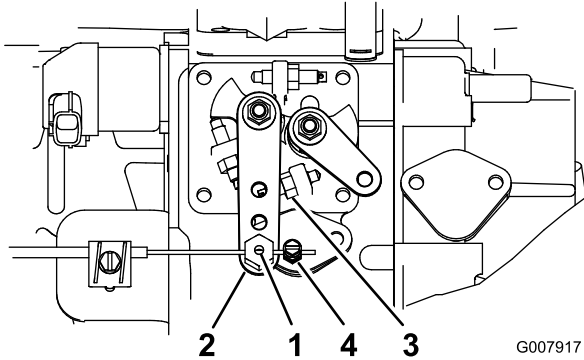

Figura 65
2. Afloje el conector del cable del acelerador, en el cable del acelerador, junto a la palanca de la bomba de inyección (Figura 65).
3. Sujete la palanca de la bomba de inyección contra el tope de ralentí alto (Figura 65).